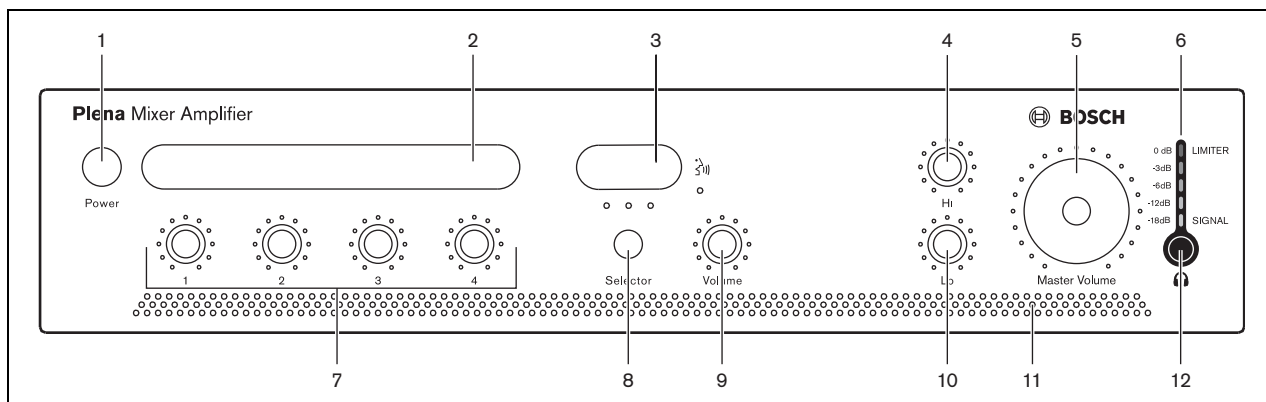

figura 5.1: Pannello frontale
- 1 Posizionare il pulsante di alimentazione (1) nella parte anteriore dell'unità su On - premuto (vedere figura 5.1).
Posizionare il pulsante di alimentazione (1) nella parte anteriore dell'unità su Off - rilasciato (vedere figura 5.1).
È possibile apporre tali etichette sull'amplificatore mixer nelle posizioni 2 e 3 (vedere figura 5.1). Inoltre è possibile inserire contrassegni colorati in varie posizioni intorno ai comandi di volume e di tono, per indicare le impostazioni preferite per una particolare applicazione.
Utilizzare i controlli del tono Hi (alti) e Lo (bassi) (vedere figura 5.1, numeri 4 e 10) per cambiare il tono.